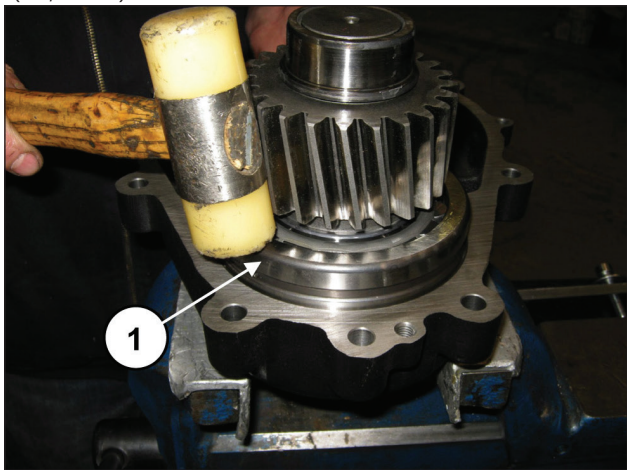

图 87
将预装好的链轮插入减速机盖的专用底座内，可使用锤子 (①, 图 87)。